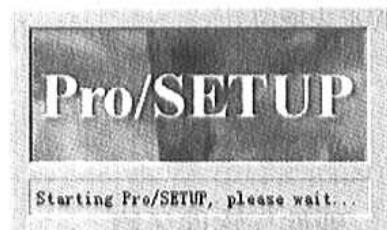

图 1-1 安装提示
(1) 将 Pro/ENGINEER 2000i 安装光盘插入 CD-ROM 中, Pro/ENGINEER 2000i 将自动开始安装。如果没有, 则可以使用资源管理器选择光盘中的 Setup.exe 文件进行安装, 将显示如图 1-1 所示的窗口。